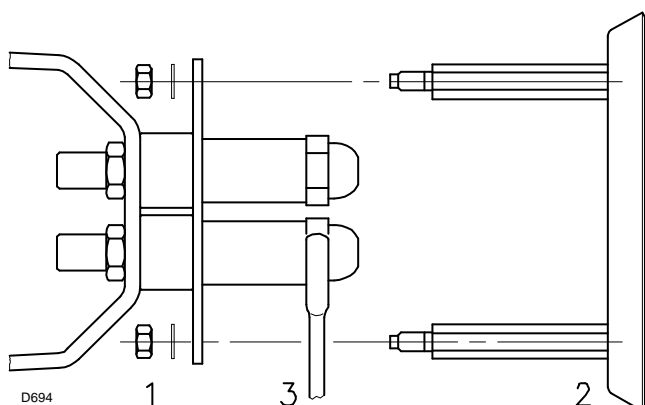

Fig. 12
- Tirar as porcas 1) (Fig. 12) e o disco 2)
- Substituir a boquilha com a chave 3) (Fig. 12).